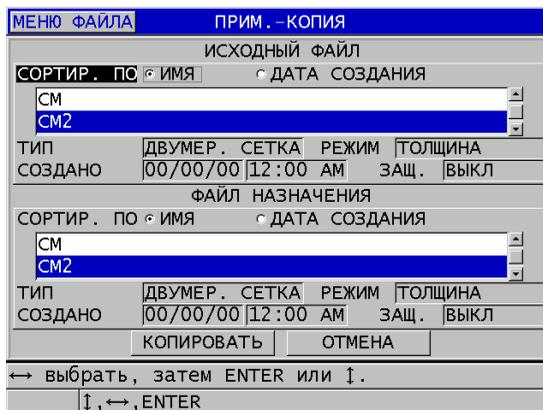

Рис. 11-25 Копирование таблицы примечаний из одного файла в другой
3. В окне **ПРИМ-КОПИЯ** (см. Рис. 11-25 на стр. 219):